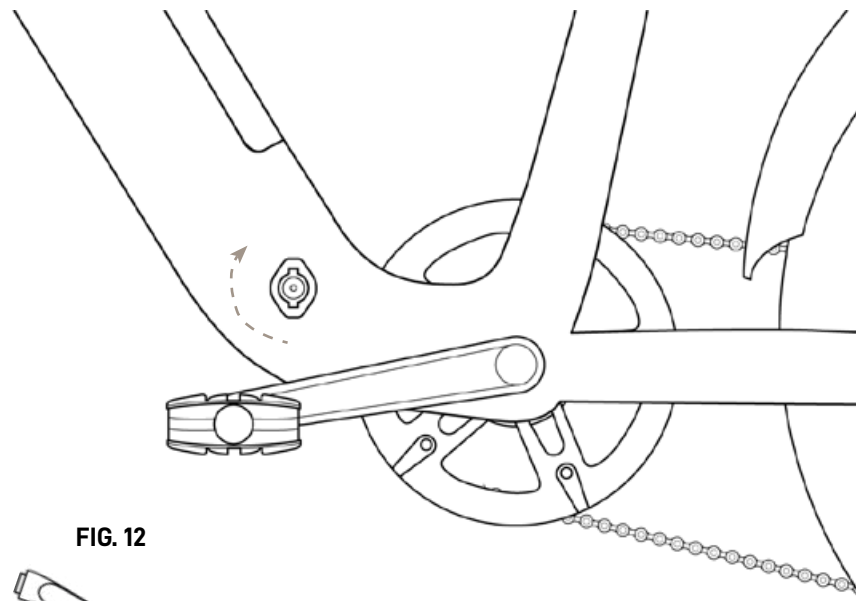

FIG. 12
2. Sollevare il tappo in gomma presente sulla presa di carica della batteria, collocata nel lato sinistro del telaio (FIG 12);